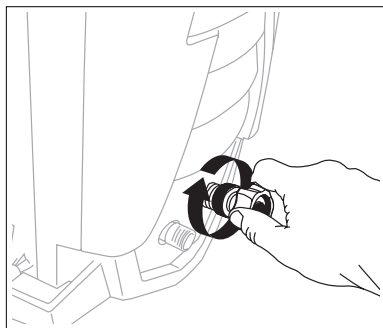

Fig. 13
- Conecte el collar del adaptador de la manguera de jardín directamente a la entrada de la lavadora de energía. Apriete a mano (Fig. 13).